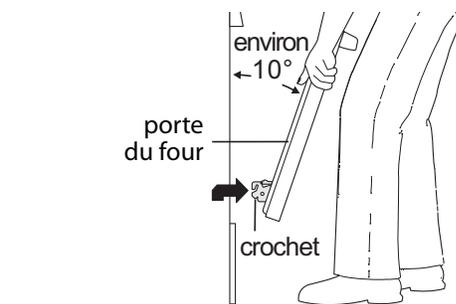
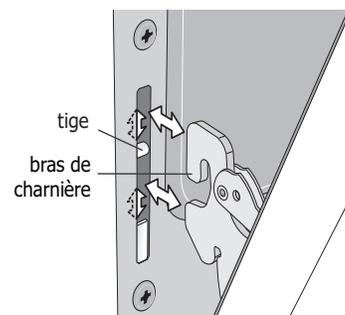

Figure 21 : Tenir fermement la porte lors de son retrait
Figure 22 : Remise en place et emplacement des bras de charnière et des tiges
3. Tenez fermement les deux côtés de la porte. N'utilisez pas la poignée de la porte (voir Figure 21).
5. Soulevez les bras des charnières de la porte au-dessus des tiges situées de chaque côté du cadre du four (voir Figure 21).
1. Tenez fermement les deux côtés de la porte. N'utilisez pas la poignée de la porte (voir Figure 21).
2. En tenant la porte dans le même angle que pour la retirer, posez les crochets des bras des charnières sur les tiges situées de chaque côté du cadre de la porte (voir Figure 21 et Figure 22). Les crochets des bras de charnière doivent être bien assis sur les tiges.
4. Poussez les verrous des charnières de droite et de gauche vers le haut et dans le cadre du four jusqu'à ce qu'ils soient en position verrouillée (voir Figure 22).